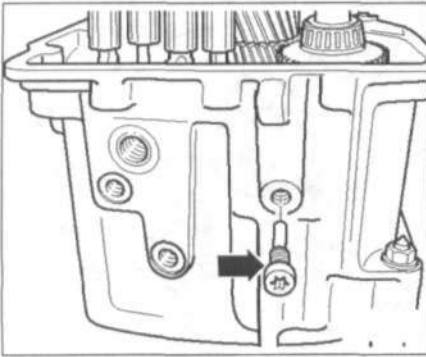

Рис. 8.38. Закрепите вал для шестерни передачи заднего хода (стрелка).
28. Закрепите вал для шестерни передачи заднего хода (стрелка) (рис. 8.38).